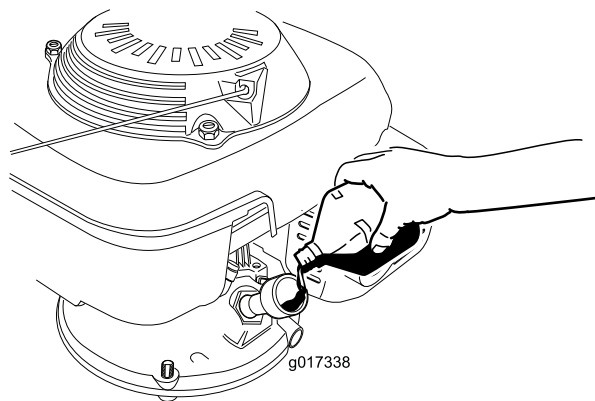

图7
- 慢慢将机油倒入注油孔，等待 3 分钟，将量油尺擦干净后插入注油孔（不是拧入加油盖（图7）），检查量油尺上的机油油位。